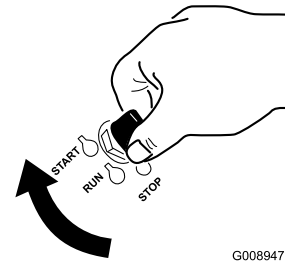

Bild 14
1. Drehen Sie den Zündschlüssel auf die Start-Stellung (Bild 14). Lassen Sie den Schlüssel los, sobald der Motor anspringt.
6. Drehen Sie den Zündschlüssel auf die Start-Stellung (Bild 14). Lassen Sie den Schlüssel los, sobald der Motor anspringt.